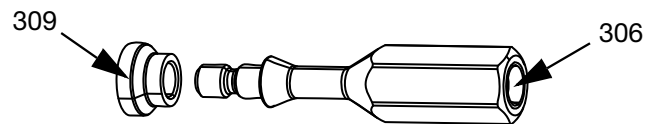

FIG. 15
5. Applicare il frenafilietti anaerobico blu in dotazione sulla parte inferiore della filettatura dell'asta del pistone (410).
6. Reinstallare l'adattatore della biella (306) e serrare a una coppia di 2,3 N•m (20 in.-lb) con una chiave da 6 mm.
7. Reinstallare la sezione del fluido (E) e il blocco di uscita (N).
8. Far scorrere la sede (307) sull'adattatore dell'asta (306).
9. Far scorrere la sede dell'ugello (309) sull'adattatore dell'asta (306). Osservare l'orientamento della sede dell'ugello e dell'adattatore della biella FIG. 15.